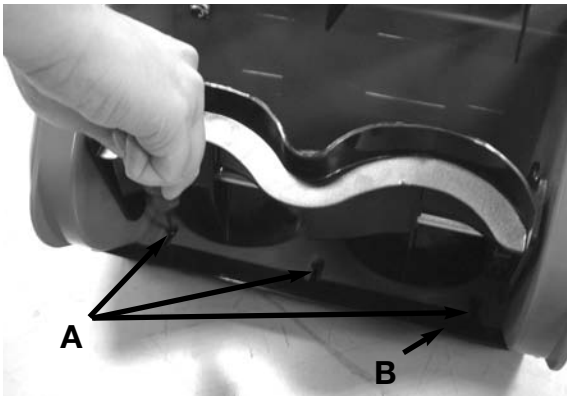

Fig. 10
2. Sous le rotor, repérez les 3 vis (A) qui relient la plaque (B) au logement. Enlevez les à l'aide d'un tournevis à bout en étoile #T20 ou à bout plat. (Fig. 10)